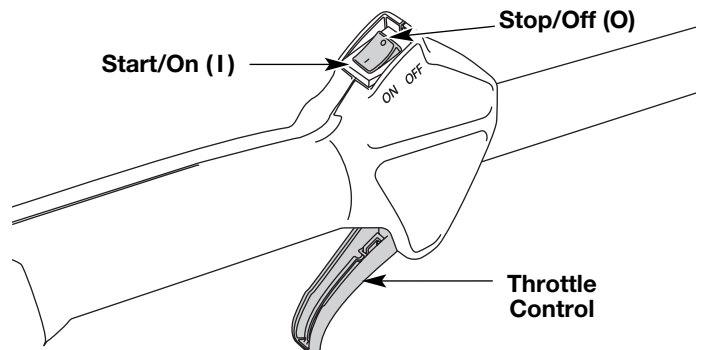

Fig. 10
3. Mettez la commande Marche/Arrêt Stop en position MARCHÉ (I) (Fig. 10).